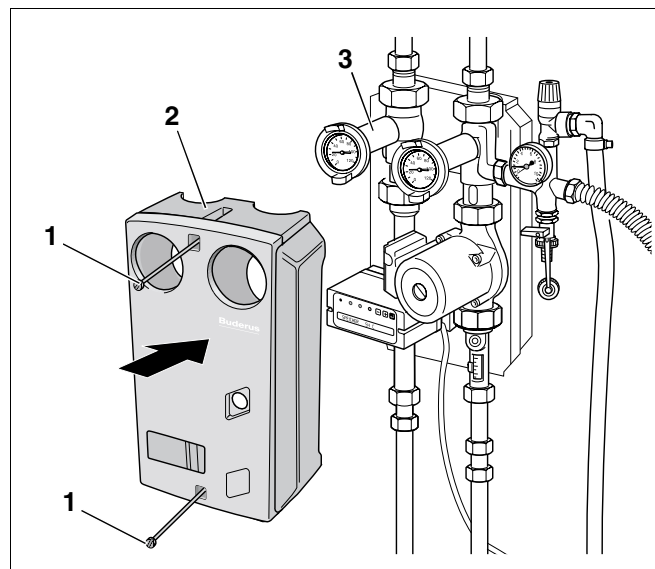

Fig. 30 Montagem do isolamento térmico dianteiro
- Coloque o isolamento térmico dianteiro (Fig. 30, **Item 2**) sobre o grupo de tubos (Fig. 30, **Item 3**).
- Monte o isolamento térmico dianteiro (Fig. 30, **Item 2**) com a ajuda dos dois parafusos plásticos (Fig. 30, **Item 1**).